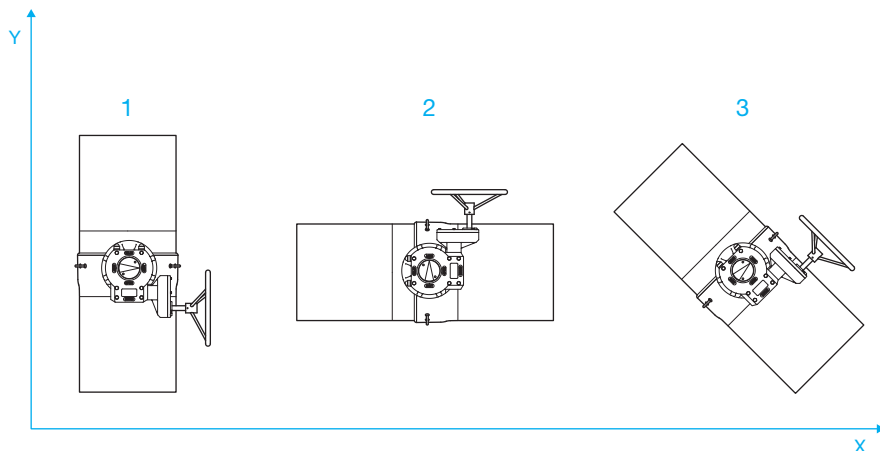

Рис. 11. Возможные установочные положения затвора.
Затвор можно установить в вертикальном (см. рисунок 11, часть 1), горизонтальном (2) и наклонном (3) трубопроводах.